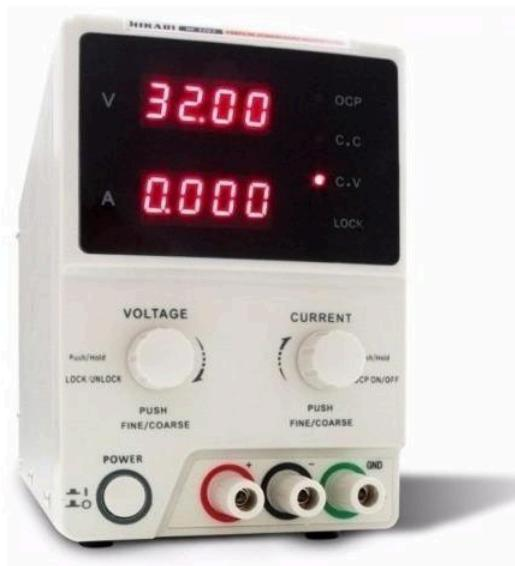

Figura 6: Fonte de tensão contínua de bancada
A fonte de bancada é uma fonte de tensão contínua (CC) em que é possível ajustar a tensão de saída, como mostrado na Figura 6. A fonte possui 3 bornes de saída: positivo (+), negativo (-) e aterrramento (GND). O borne de GND é ligado no aterrramento da fonte, e não deve ser confundido com o a referência do circuito, que também é muitas vezes chamado de GND. Para alimentar o circuito usamos os bornes preto e vermelho (+ e -)